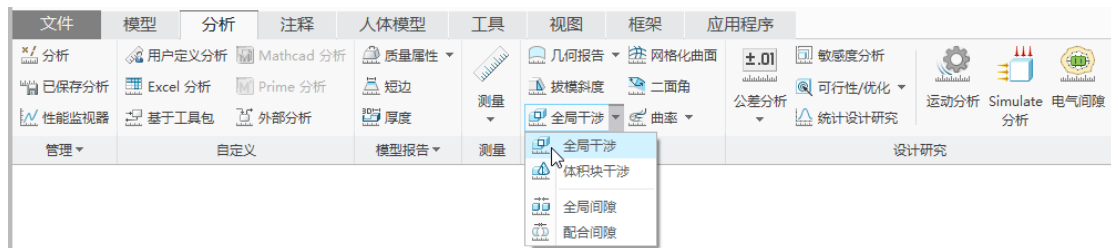

图 7-55 “分析”选项卡
- (1) 在装配模型树中单击选择顶级装配名, 从弹出的浮动工具栏中单击 (激活) 命令按钮。
- (2) 在功能区中单击“分析”标签以切换到“分析”选项卡, 如图 7-55 所示, 单击 (全局干涉) 按钮, 打开“全部干涉”对话框。